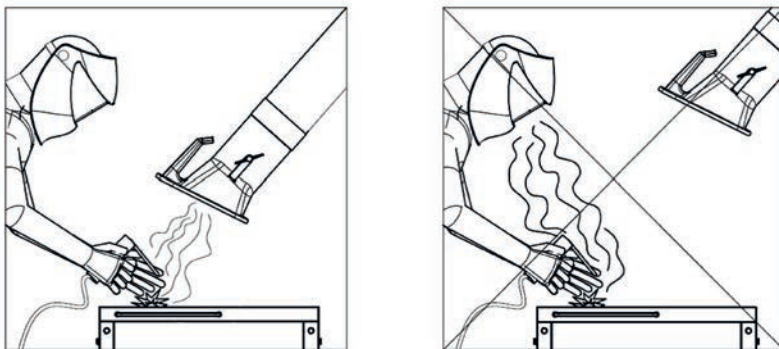

Rysunek 3, Elementy obsługi
- Wyłącz urządzenie MaxiFil przyciskiem na urządzeniu (rys. 3, poz. 1).
- Wyłącz urządzenie MaxiFil włącznikiem urządzenia (rys. 3, poz. 1).